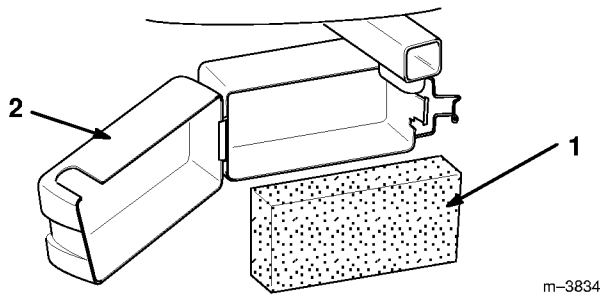

Figure 21
1. Déverrouiller le boîtier du filtre à air et faire pivoter le couvercle sur le côté (Fig. 21).